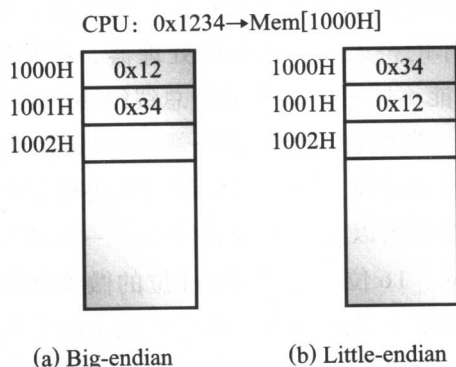

图 1.2 Big-endian 与 Little-endian CPU
(1) Big-Endian CPU: CPU 写一次数据到某一存储器地址时，是将高字节数据(high-byte)写到存储器的低地址。如 Big-Endian CPU 将 0x1234 数据写到存储器地址 1000H 后，其存储器的内容如图 1.2(a)所示，存储器地址 1000H 的内容为 0x12，1001H 的内容为 0x34。
(2) Little-Endian CPU: CPU 写一次数据到某一存储器地址时，是将低字节数据(low-byte)写到存储器的低地址。如 Little -Endian CPU 将 0x1234 数据写到存储器地址 1000H 后，其存储器的内容如图 1.2(b)所示，存储器地址 1000H 的内容为 0x34，1001H 的内容为 0x12。